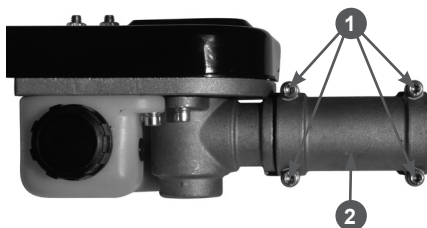

Рис. 7. Крышка крепления редуктора
- открутите четыре винта 1 и снимите с редуктора крышку 2 (Рис. 7);
- установите крышку крепления редуктора (Рис. 7 п. 2) и закрутите винты крепления крышки. Убедитесь, что редуктор надёжно закреплён на штанге.